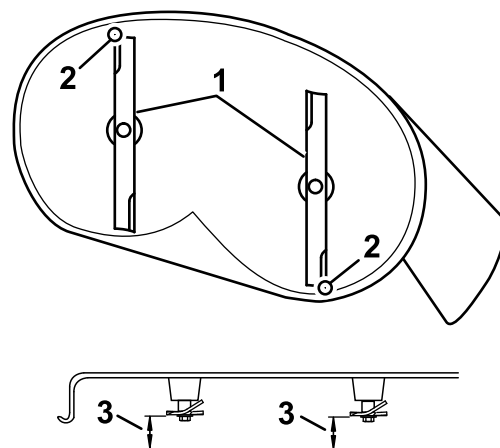

Figura 64
4. Rode cuidadosamente as lâminas para que estejam da frente para trás (Figura 64).
5. Meça da ponta da lâmina da frente até à superfície plana e da ponta da lâmina de trás até à superfície plana (Figura 64).